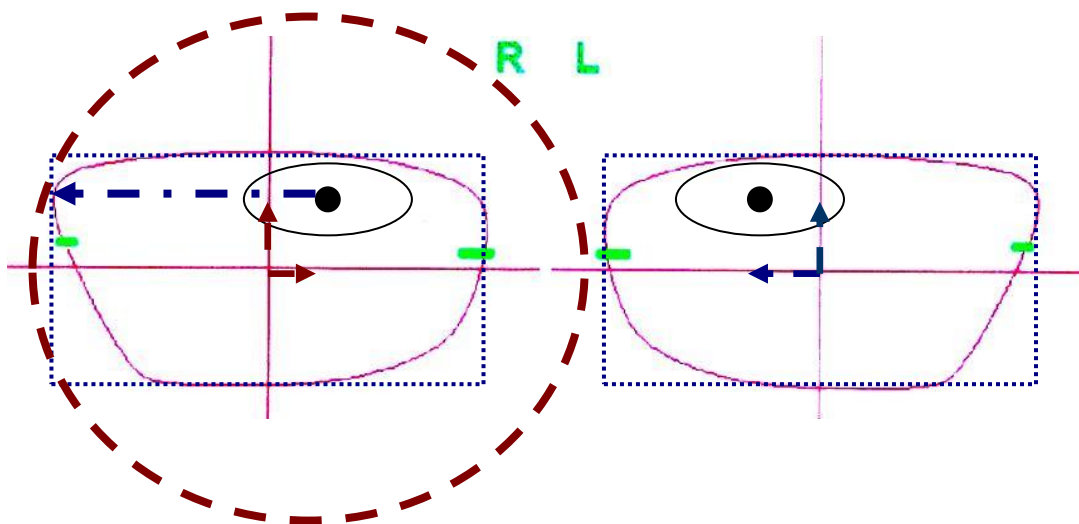

Figura 4
- El diámetro de la lente ha de ser suficiente como para hacer coincidir el centro óptico encima del centro naso-pupilar, cubriendo la totalidad del aro incluida la ranura (figura 4).